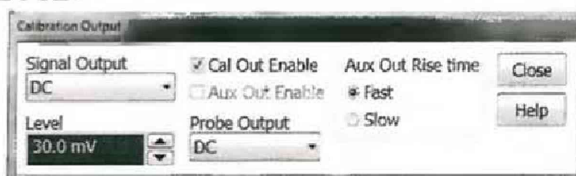

Рисунок 8
8.6.6 Установить на встроенном калибраторе осциллографа (CAL OUT) напряжение плюс 30 мВ, для чего (рисунок 8):